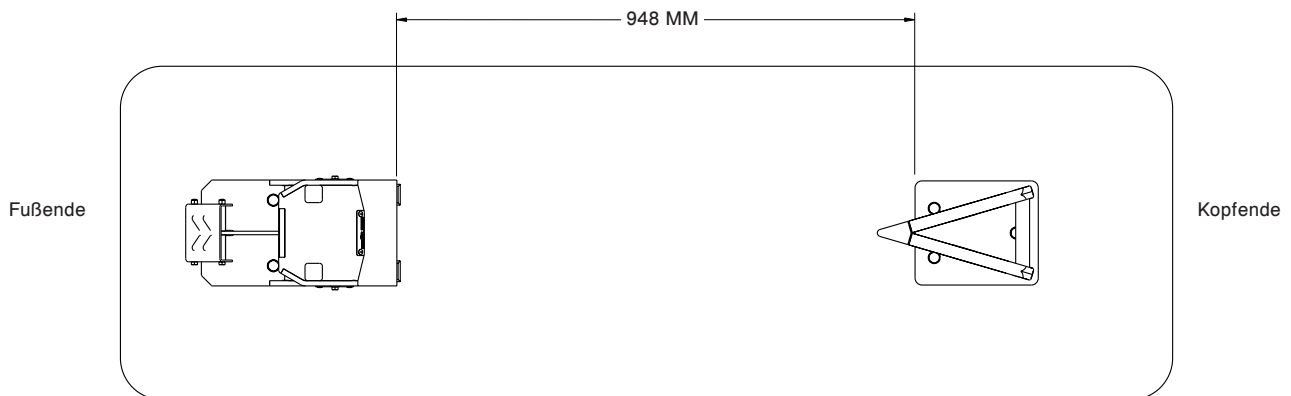

Abbildung 8 - Befestigungszwischenraum
7. Den in Abbildung 8 dargestellten Zwischenraum zwischen den Befestigungen sicherstellen.